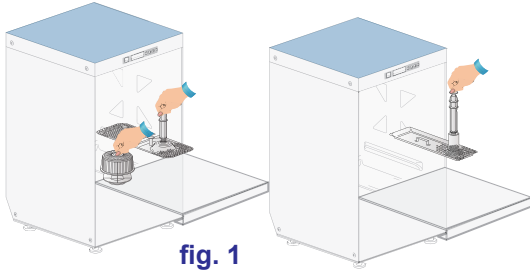

fig. 1
• Introduire le trop plein dans son logement situé à l'intérieur de la cuve. Contrôler si toutes les filtres sont bien placés dans son propre siège (voir fig. 1). Les filtres doivent être nettoyés tous les 30-40 cycles de lavage et chaque fois que cela s'avère nécessaire.